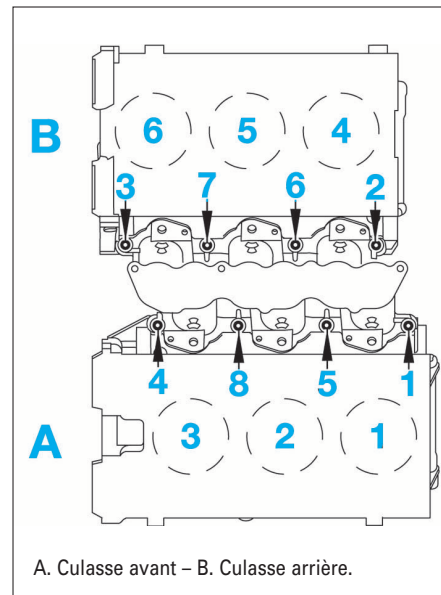

FIG. 76
- les vis de fixation du répartiteur d'air suivant l'ordre indiqué (1 à 8) (Fig.76).